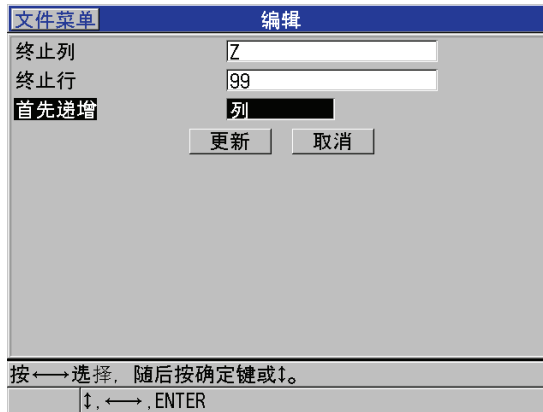

图 11-19 栅格编辑屏幕
4. 对于栅格类型的文件，选择**继续**，随后在**编辑**屏幕的第二页中（参见第 163 页的图 11-19）：